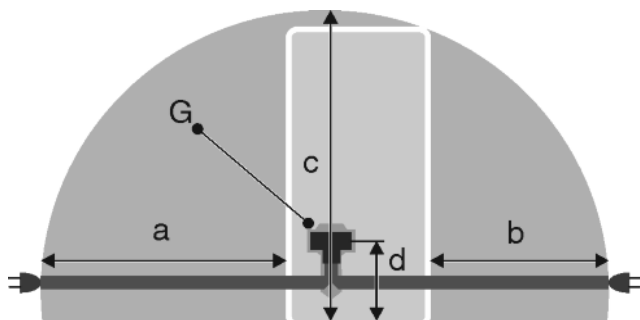

Fig. 24
- Steckdose liegt außerhalb des Geräterückseitenbereichs im gegebenen Bereich Fig. 24 (a, b, c).
- ▶ Gerätestecker Fig. 24 (G) auf der Rückseite des Gerätes einstecken. Auf richtiges Einrasten achten.